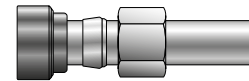
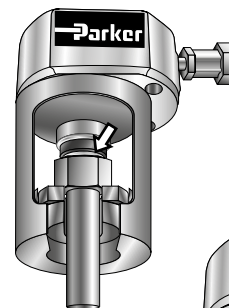

Figure 5
Figure 7
1. Assemblez l'écrou CPI™, la bague CPI™ et la matrice corps sur le tube, comme illustré à la figure 5. Vérifiez que l'embout conique de la bague est orienté vers la matrice corps.
3. Insérez l'assemblage (figure 5) dans la matrice écrou, comme illustré à la figure 7.